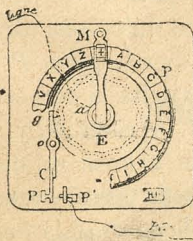

Fig. 226.—Manipulador del telégrafo de Breguet.
*Manipulador* (fig. 226). El manipulador de Breguet com-